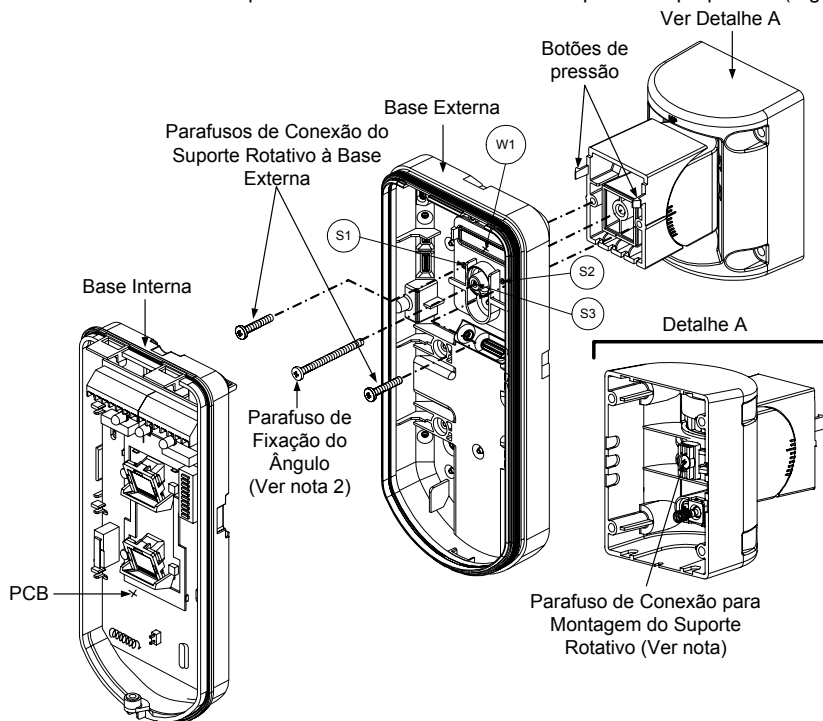

Figura 8
8. Fixe a base externa ao suporte rotativo usando os botões de pressão apropriados (Figura 8).
9. Assegure a base externa ao suporte rotativo com 2 parafusos presos aos furos pré-marcados S1 e S2 (Figura 8).
10. Insira o fornecido parafuso de fixação do ângulo da base externa através do furo pré-marcado do parafuso de fixação do ângulo S3 na base externa ao suporte rotativo estandarte (Figura 8).
Quando as marcas nas duas partes móveis estão alinhadas (Figura 8), o Suporte Rotativo Estandarte está na posição vertical / horizontal de 0°. Cada clique a partir desta posição representa um incremento / redução de 5° na posição vertical / horizontal.